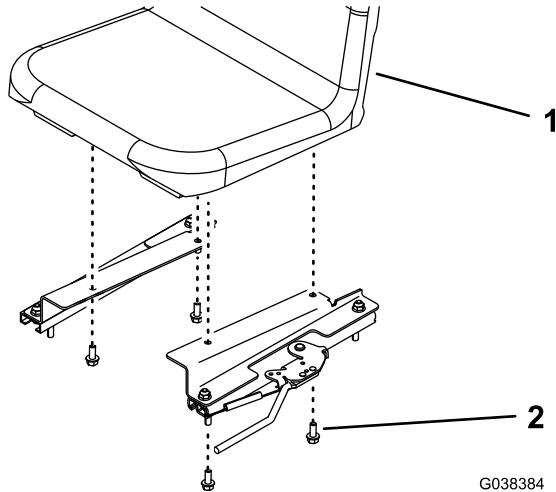

Figure 6
6. Fixez le siège aux supports à l'aide de 4 boulons (5/16 x 3/4"), comme montré à la Figure 6.